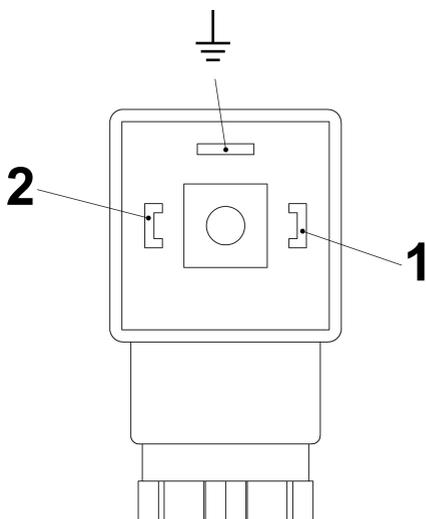
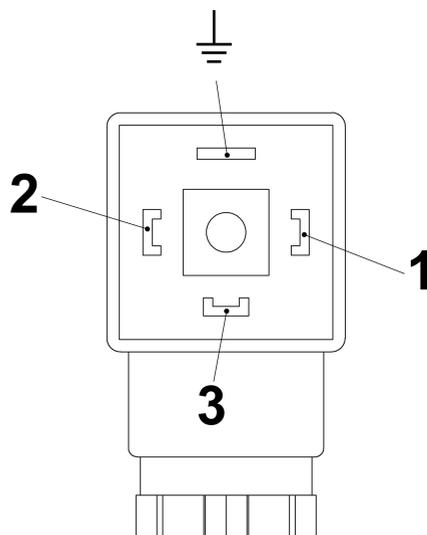

Abb. 26: Pin-Belegung Steckerdose Schließer (Schaltkontakt SG-30 mit Gerätestecker nach EN 175301-803)
Abb. 27: Pin-Belegung Steckerdose Wechsler (Schaltkontakt SG-30 mit Gerätestecker nach EN 175301-803)
6. ➔ Schließen Sie das Kabel gemäß den Anschlussbildern (Abb. 26 und Abb. 27) an